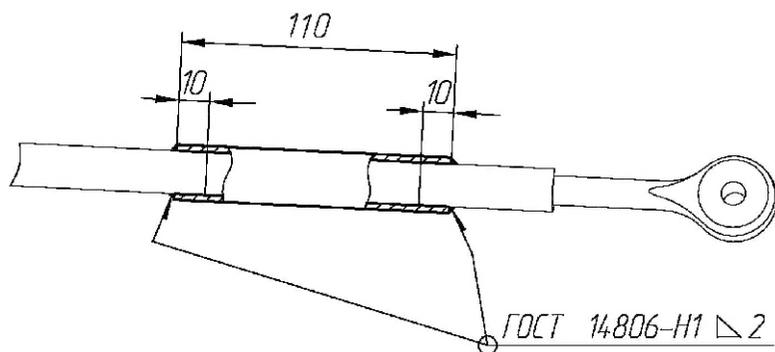

Рисунок 3.1. Установка тяги
- если нет возможности приобрести удлиненные тяги раздаточной коробки, то для тяг нового образца (т.е. цельных) удлинить тяги на 90 мм втулками из комплекта КПП (см. рисунок 3.1)
- если на а/м производства ОАО «УАЗ» установлены тяги старого образца, (составная из 2-х частей (с промопорой)), удлинить тяги на 90 мм у раздаточной коробки своими силами (см. рисунок 3.1). Втулки из комплекта не подойдут из-за большого внутреннего диаметра.